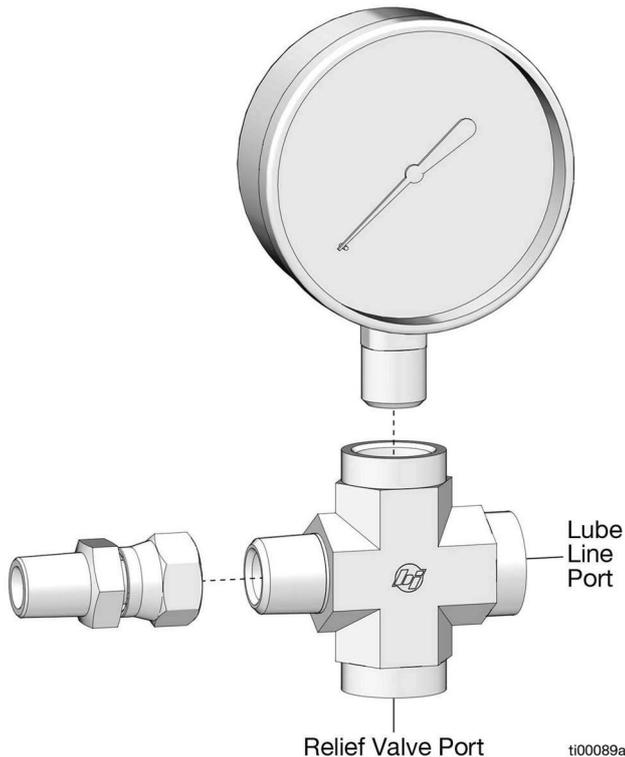

FIG. 1
5. Instale en el accesorio de conexión en cruz (FIG. 1). Apriete con los dedos y, a continuación, apriete con una llave de 2 a 3 vueltas.